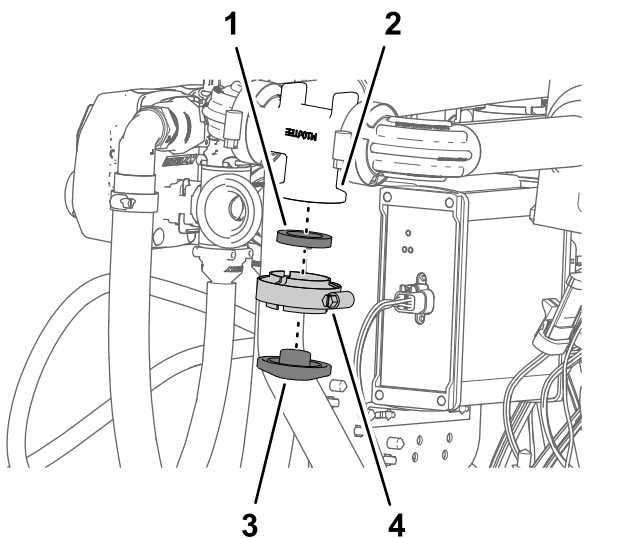

Figura 136
- Monte la abrazadera simple sobre la brida del distribuidor del caudalímetro con la brida de fijación y la junta que retiró en el paso 2, y apriete la abrazadera a mano (Figura 136).